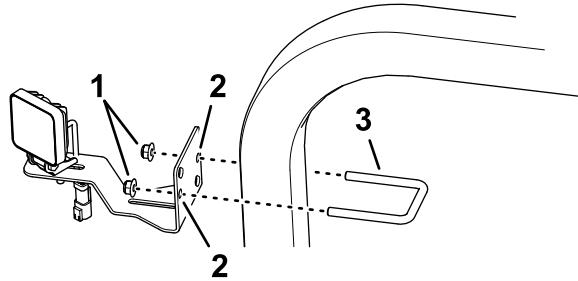

Figure 6
1. Fixez l'éclairage à LED et le support sur le tube du système ROPS à l'aide de l'étrier fileté ( $\frac{3}{8}$ " x 2-7/16" x 2-13/16") et du contre-écrou à embase, comme montré à la Figure 6.